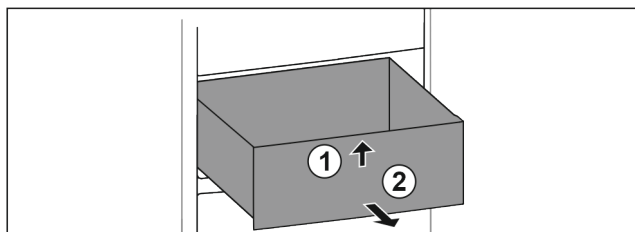

Fig. 138
- ▶ Підняти висувний ящик спереду. Fig. 138 (1)
- ▶ Вийняти висувний ящик рухом вперед. Fig. 138 (2)